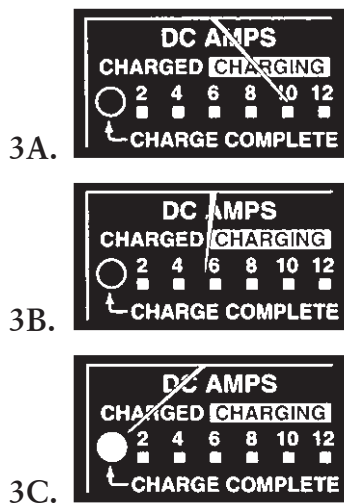

FIGURA 3- Panel de control de la batería de reserva
- 1. Conecte el cargador como se muestra en la Figura 3.
- A. Si la batería está muerta, el cargador suministrará una energía de 10 amperes aproximadamente (ver Figura 3 A).
- B. Si la batería está cercana a su carga completa, el cargador enviará una energía de 5 amperes aproximadamente (ver Figura 3 B).
- C. Si la batería está con carga completa, la corriente de carga será de 0 amperes y se encenderá la luz verde del indicador LED (ver Figura 3 C).